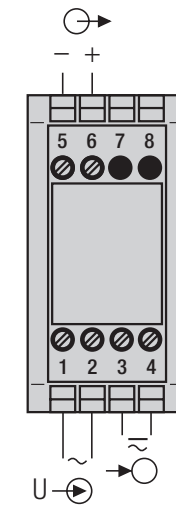

Bild 5. DC-, AC-Hilfsenergie, bei Ausführung mit eingebautem DC-, AC-Netzteil.
Gleichspannung (DC) oder Wechselspannung (AC):	DC-, AC-Netzteil (DC oder 40 - 400 Hz) 85 - 230 V DC/AC oder 24 - 60 V DC/AC DC – 15/+ 33%, AC $\pm 15\%$ Leistungsaufnahme $\leq 1,5 \text{ W}$ bzw. $\leq 3 \text{ VA}$, siehe Bild 5